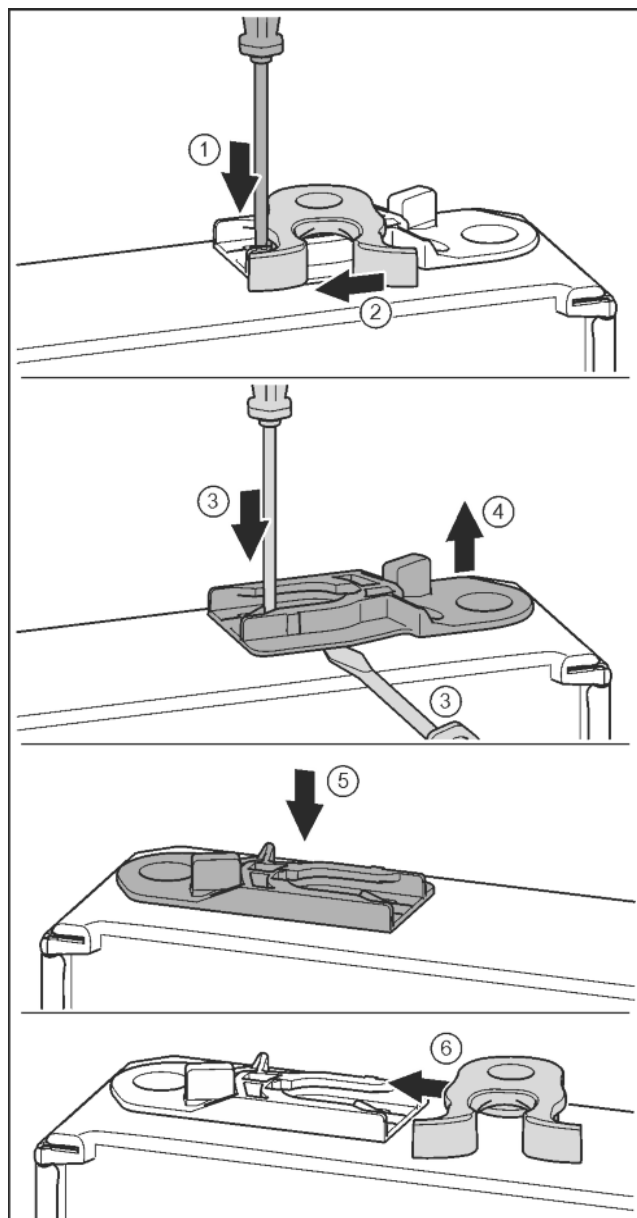

Fig. 20
- Odvijačem s prorezom pritisnite jezičac prema dolje. Fig. 20 (1)
- Izvucite kuku za zatvaranje iz vodilice. Fig. 20 (2)
- Izvucite čahuru za vođenje: Odvijačem s prorezom pritisnite jezičac i istovremeno umetnite odvijač s prorezom ispod čahure za vođenje. Fig. 20 (3, 4)
- Gurnite čahuru za vođenje koja je uključena u isporuku na drugoj strani uređaja. Fig. 20 (5)
- Gurnite kuku za zatvaranje u vodilicu. Fig. 20 (6)